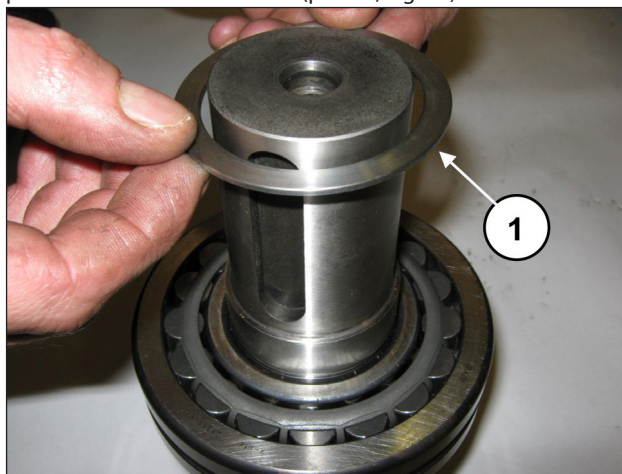
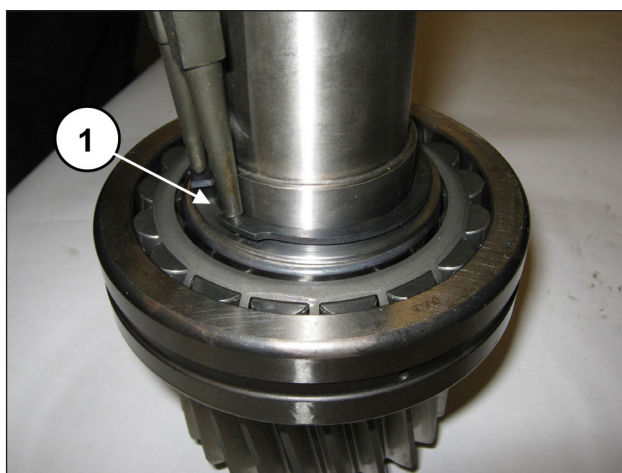

Fig. 83
Fig. 84
Insira o anel de apoio do rolamento (pos. ①, Fig. 83) e posicione o anel elástico Ø55 (pos. ①, Fig. 84).